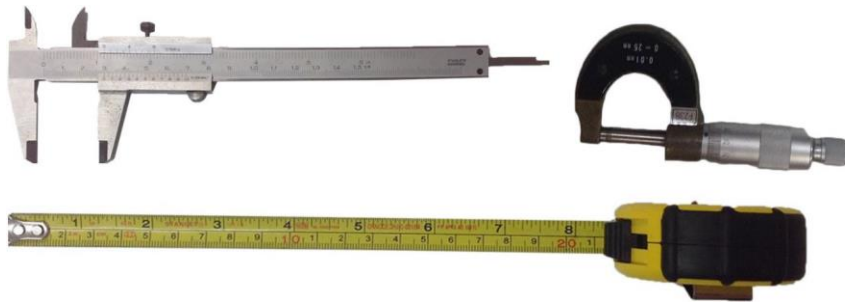

Figura 1. Instrumentos de medición: Calibrador (Pie de Rey), Flexómetro y Micrómetro.
1. Identifique plenamente los instrumentos de medición mostrados en la **Figura 1** a medida que el profesor instruye su uso, cerciórese de su funcionamiento y forma de medir los distintos objetos.